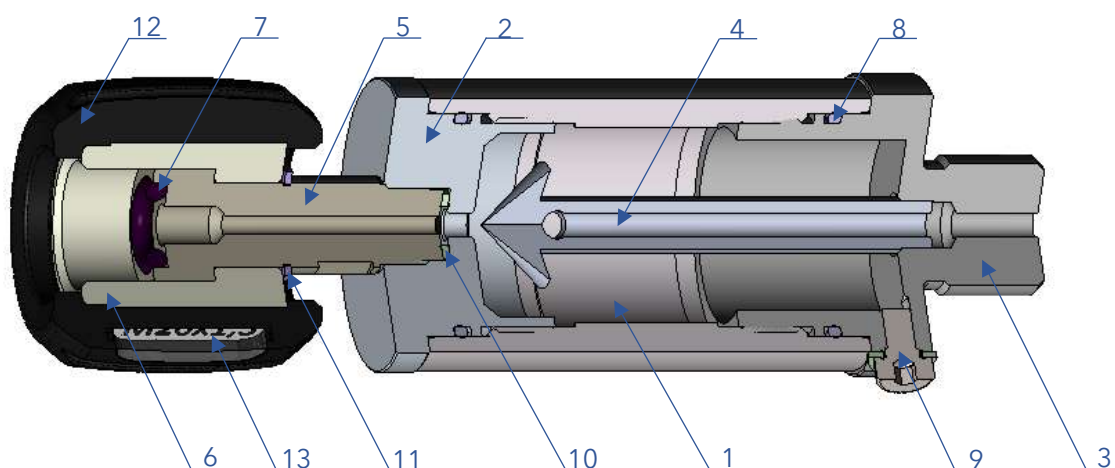

Рисунок 1 – Основные конструктивные элементы Фильтра-грязеуловителя МС-107:
Подключить (см. рис. 1) штуцер Фильтра ③ к источнику давления, обеспечивая герметичность соединения по торцу.
Для этого (см. рис. 1) следует выкрутить винт ⑨, снять уплотнение USIT M5 ⑩ и дать стечь накопившемуся конденсату. Резьбовую поверхность винта очистить от загрязнений при помощи чистой сухой хлопчатобумажной ткани.